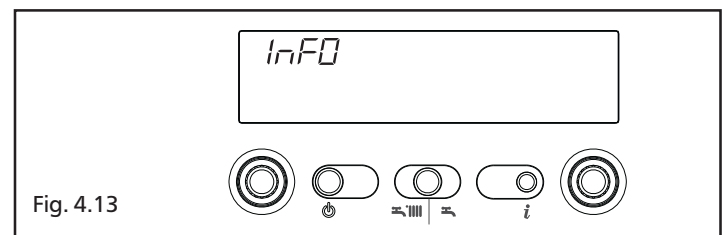

Fig. 4.13
Premendo il tasto  il display si spegne e appare solo la scritta InFO (fig. 4.13).
**Info 0** visualizza la scritta InFO (fig. 4.13)